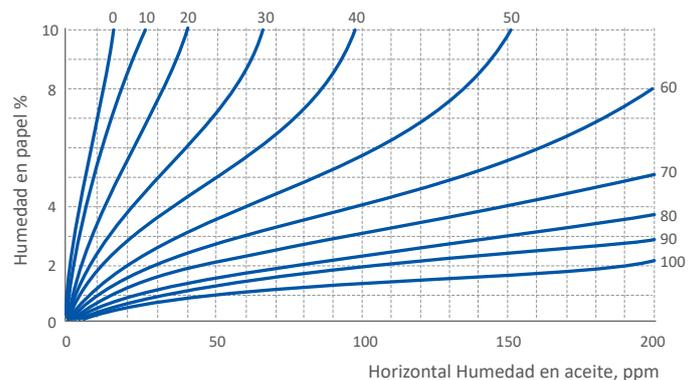

Figura 4. Curvas de humedad de equilibrio* (Oomen)
3. Si las ppm y la temperatura del aceite son conocidas, existen algunas curvas que se pueden (ver curvas Oomen en la figura 4), a fin de vincular el ppm del agua en el aceite y el contenido de agua en el papel. Pero estas curvas son realmente válidas sólo en el punto de equilibrio el cual generalmente nunca es alcanzado en un transformador en marcha.